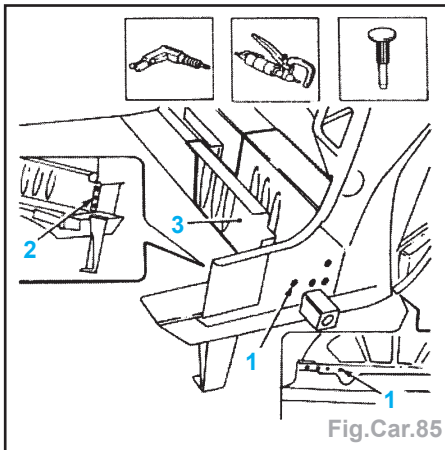

Fig.Car.85
- Dépointer à la perceuse les points de soudure (1) (Fig.Car.85).